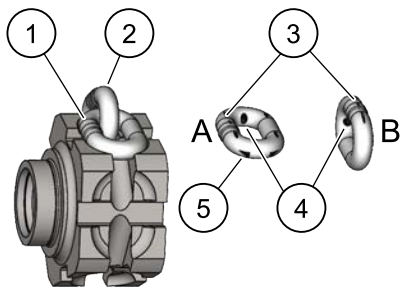

Bild 9. Kedjans slitageområden
3. Slacka den del av kedjan som normalt passerar över lyfthjulet (drev). Undersök kedjelänkarna avseende slitage (se Bild 9). Byt ut kedjan om vajerdiametern någonstans på länken underskrider 90 % av den nominella vajerdiametern.